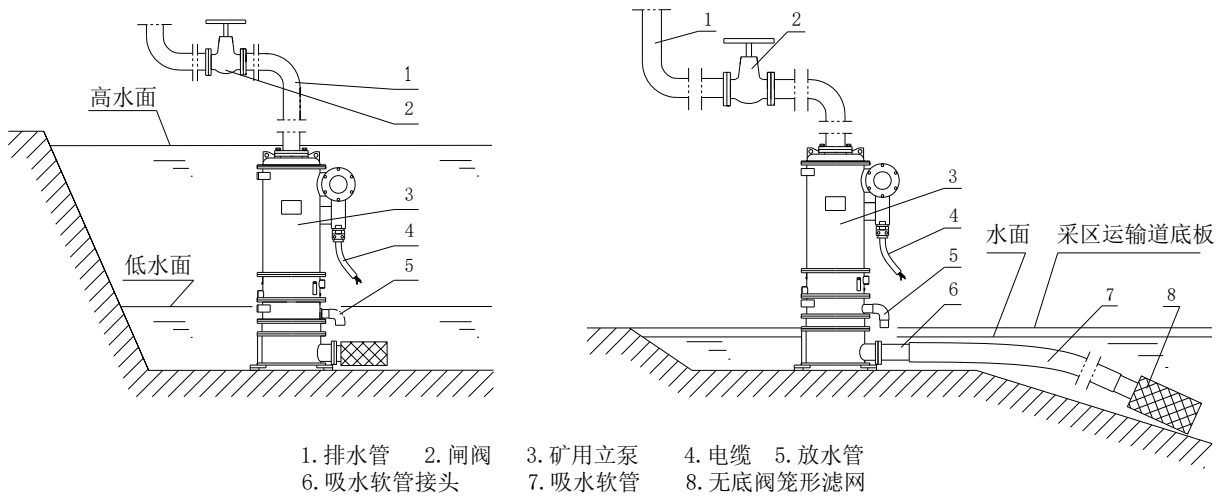
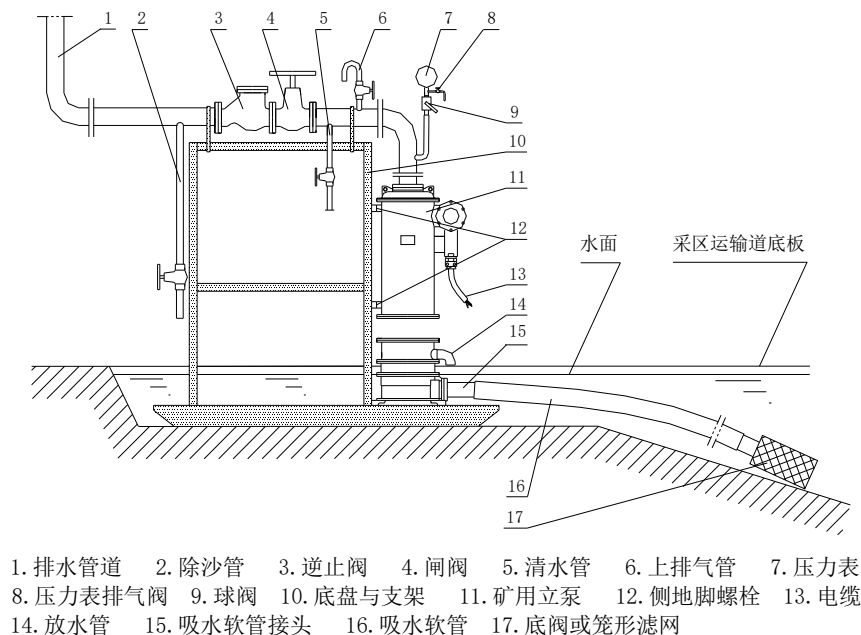
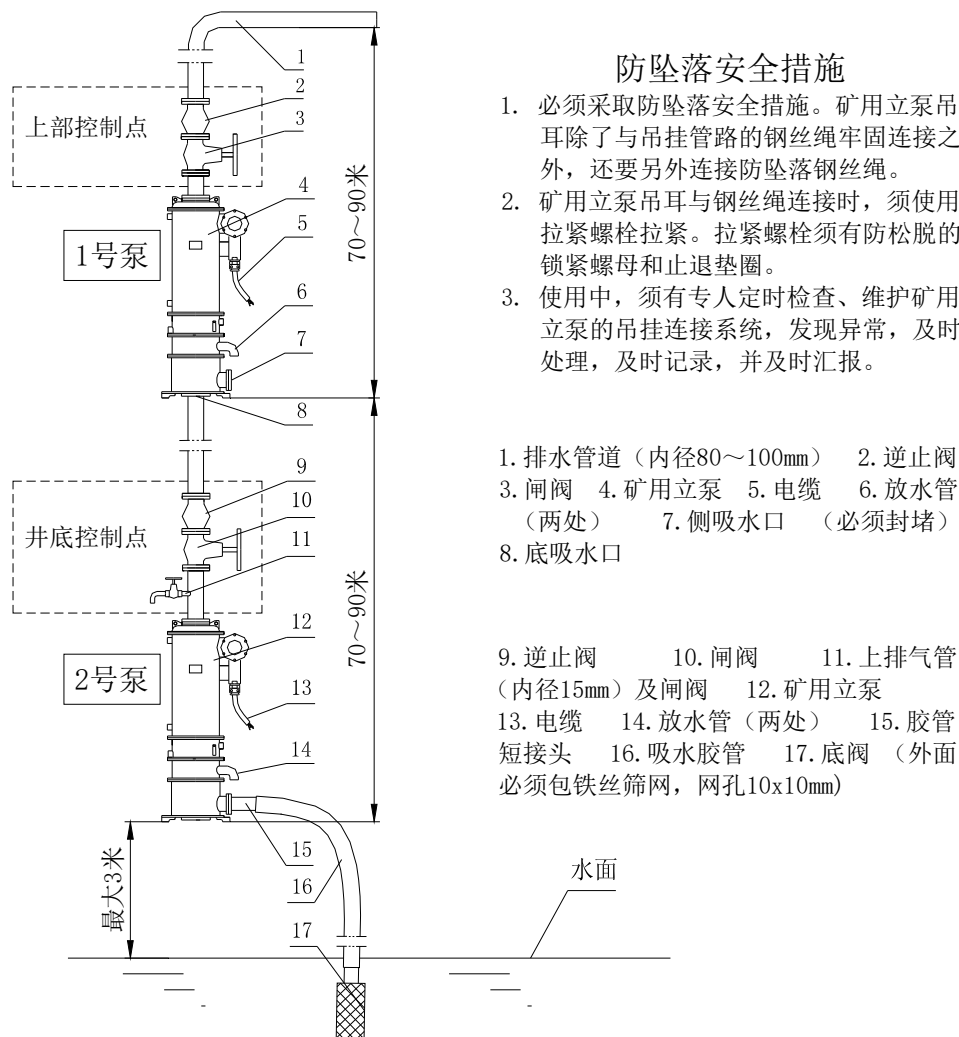

图5 临时性简易安装示意图
图6 采区泵站安装实例
图7 （立井）串联吊挂简易安装示意图
如果仅仅是临时性抽水，或者泵需要频繁移动，坑底基础较好，可以采用图 5 所示的安装形式。适合平巷、立井、斜井掘进排水。
用户还可以创造性地设计出新的安装方式。例如：图 6 就是用户为了适应松软基础和快速移动泵站而自行设计制造的底盘与支架，立泵及闸阀等与支架连接为一体。
图7是两台 KL50-50×2 型矿用立泵串联安装示意图（普通离心泵严禁串联使用）。图中，两台泵应拉开距离。假如距离过近，甚至第一台的出水直接进入第二台，那么第二台泵壳体承受的压力将要超过设计压力。所以，两台泵不应靠得太近（厂家可为用户定制满足此要求的产品）。由于矿用立泵允许脱离水体空载起动，允许断水空转，对起动、运转的衔接时间没有严格限制，远方遥控一旦失灵，也不会损坏水泵和电动机，因此特别适合远距离串联运行。
- d、当安装方式如图 5、图 6 所示时，允许先将笼型滤网（或底阀）提出水面，等到矿用立泵空载启动运转正常之后，再把滤网放入水中，即可正常排水。这种启动方法，方便、可靠、安全、省电，适合变压器容量不足、启动困难时使用。显然，这种启动方法适合救灾抢险时多台矿用立泵同时排水时使用。同理，吊挂安装，如图 7 所示，允许底阀、整机完全脱离水面提升到空中启动，当空载启动运转正常后，再将整机降落下放，当底阀以及泵底座浸入水中之后，即可正常排水。